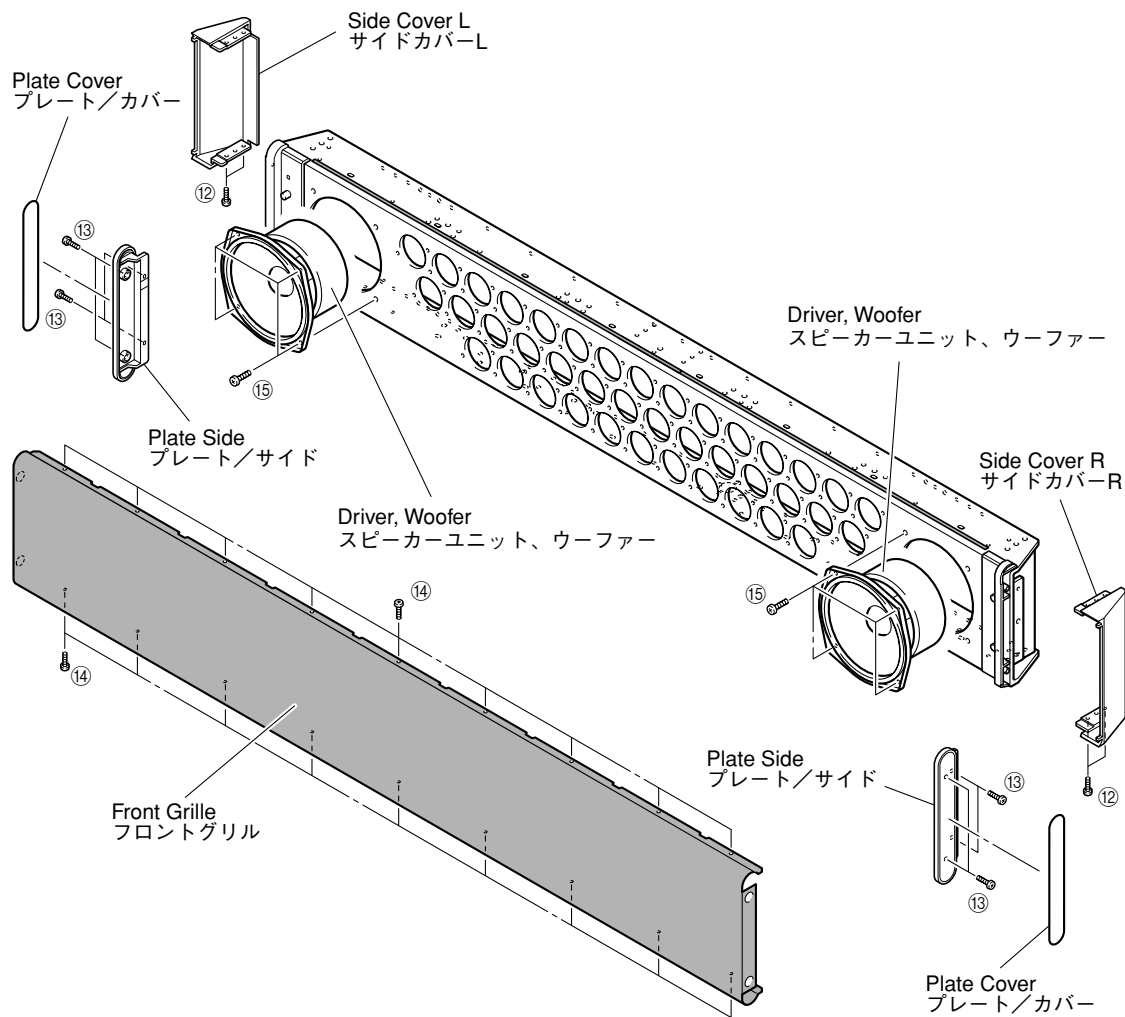

Fig. 12
- Remove 4 screws (12). (Fig. 12)
- Remove 4 screws (13). (Fig. 12)
- Remove 18 screws (14). (Fig. 12)
- Remove 8 screws (15). (Fig. 12)
- ⑫のネジ4本を外します。(Fig. 12)
- ⑬のネジ4本を外します。(Fig. 12)
- ⑭のネジ18本を外します。(Fig. 12)
- ⑮のネジ8本を外します。(Fig. 12)